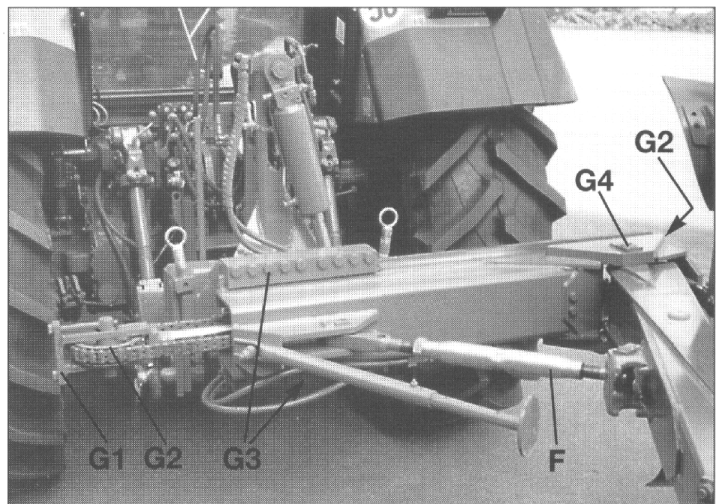
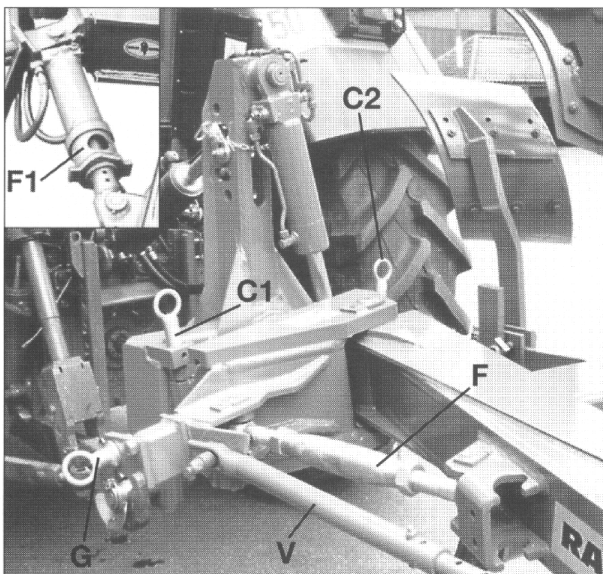

Fig. 3
Fig. 4
In caso sia presente il cilindro di oscillazione, quest'ultimo deve essere regolato (arresto F1, Fig. 4; durante la procedura di rotazione il cilindro deve essere sempre a battuta).
Adattamento della larghezza di lavoro del primo corpo – tra le altre cose, in base alla larghezza della carreggiata, alla profondità di lavoro e alle pendenze. Effettuare la regolazione spostando parallelamente il telaio dell'aratro tramite la vite G (Fig. 4), nel tipo N idraulico.
b. Procedere fuori solco (Fig. 3; tipo N)
Lubrificare regolarmente tutti i sistemi di supporti con raccordo di lubrificazione: per esempio sul cilindro di rotazione, sull'asse di rotazione, sulle viti di inclinazione **C1/C2** (fig. 4), galoppino **G2**, guida della slitta (= guida della piastra intermedia) **G3**, perno **G4** (vedi fig. 3), coltri a dischi, ruota profondità (ruota combinata), supporto compreso.
Lubrificare con olio il paranco a catena – tendere in **G1** (Fig. 3) – la catena deve essere tesa.
I bordi ad usura in ottone della guida della slitta (**G3**; Fig. 3) sono intercambiabili – ripristinare tempestivamente il gioco, serrare le viti a fondo.